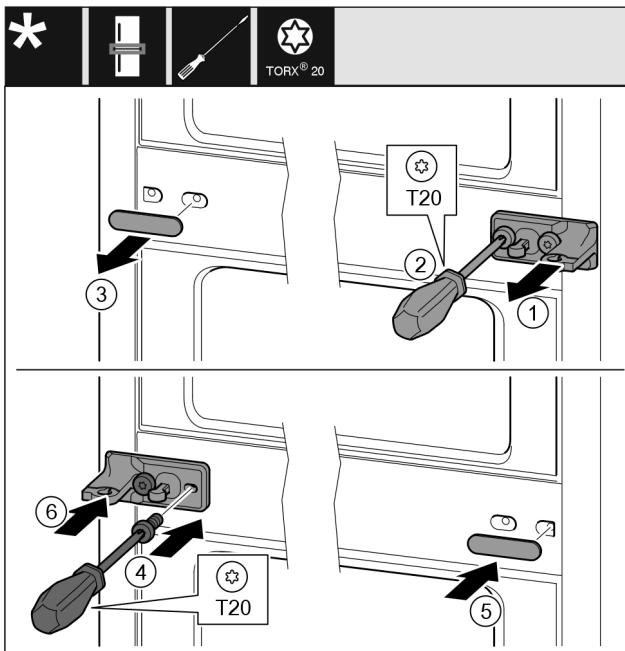

Fig. 21
- Зніміть перстину. Fig. 21 (1)
- Викрутіть гвинти за допомогою викрутки T20. Fig. 21 (2)
- Обережно зніміть кришку. Fig. 21 (3)
- Опорний кронштейн із підвікою, повернути на 180°, закріпіть гвинтами з іншого боку. Fig. 21 (4)
- Кришку, яка повернута на 180°, розмістіть з іншого боку. Fig. 21 (5)
- Встановіть перстину спереду. Fig. 21 (6)